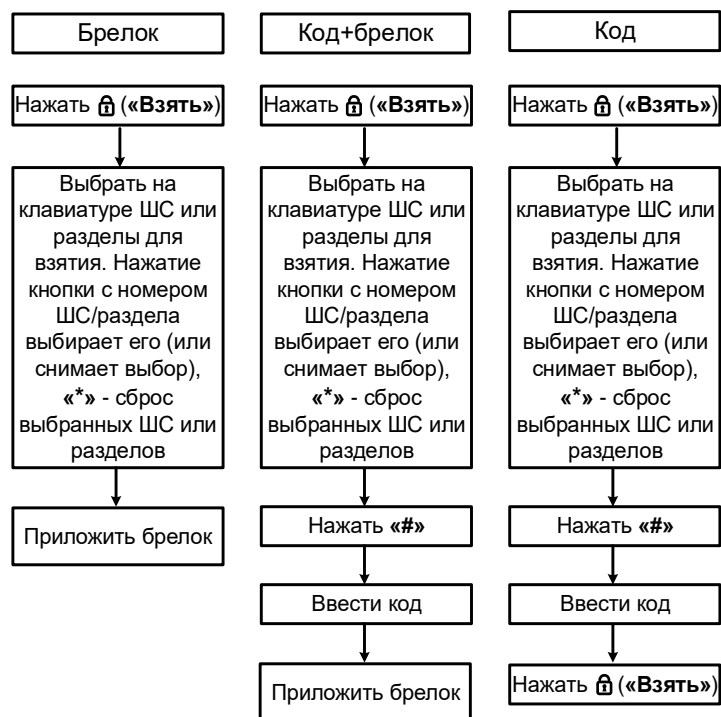

Рисунок 3 – Постановка под охрану с выбором шлейфов
• Если необходимо взять под охрану часть шлейфов (частичное взятие), то выбрать с помощью клавиатуры нужные шлейфы (по умолчанию для взятия выбраны все шлейфы, нажать «*» для сброса всех выбранных шлейфов, клавишами «0» – «9» выбрать (или снять выбор) нужный шлейф, соответствующий номеру клавиши для постановки под охрану (см. рисунок 3) и ввести код идентификации хозоргана одним из способов, указанных в п. 2.1 и на рисунке 3 и согласованным с ПЦН;